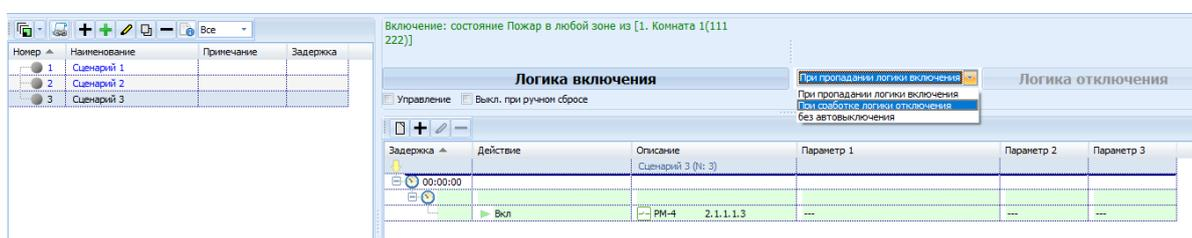

Рисунок 9.7 – Окно вкладки Сценарии, отключение сценария при выполнении логики отключения
– При сработке логики отключения – позволяет включить функцию завершения работы данного сценария при достижении, какого-то события в системе. В этом случае станет активной строка «Логика отключения», нажав на которую можно настроить условие отключения сценария (осуществляется аналогично настройке логики включения) (рисунок 9.7).